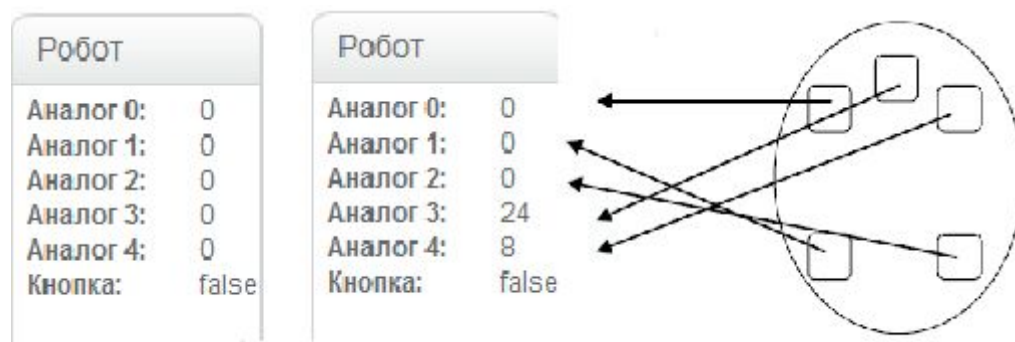

Рис. 154. Вид панели датчиков Робот до и после подключения двух датчиков и схема расположения датчиков.
4. Установите на ScratchDuino.Робоплатформу один датчик (например, датчик света). Обратите внимание, что числовые значения на панели датчиков Робот поменялись. На рис. 154 видна связь «гнезд» на платформе и значения переменных.